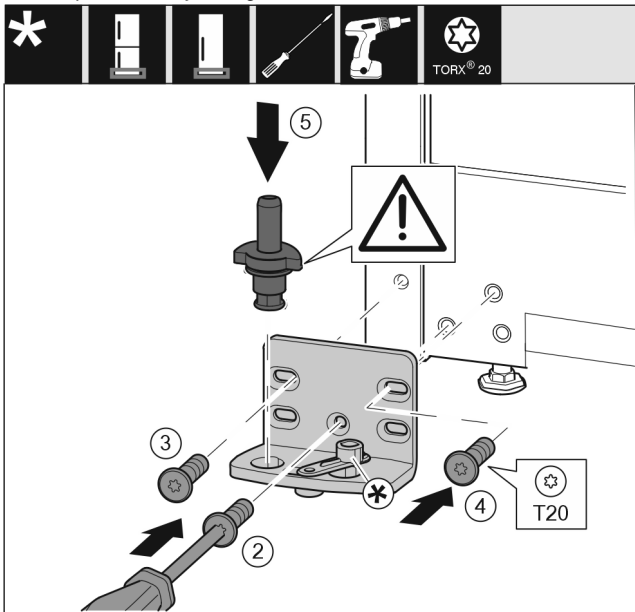

Fig. 19
- Ložiskovú konzolu nasadte na druhú stranu a priskrutkujte ju pomocou skrutkovača T20. Začnite skrutkou 2 dole v strede. Fig. 19 (2)
- Pevne zaskrutkujte skrutku 3 a 4. Fig. 19 (3,4)
- Ložiskový čap úplne nasadte. Dbajte pritom na to, aby zaisťovací doraz ukazoval smerom dozadu. Fig. 19 (5)